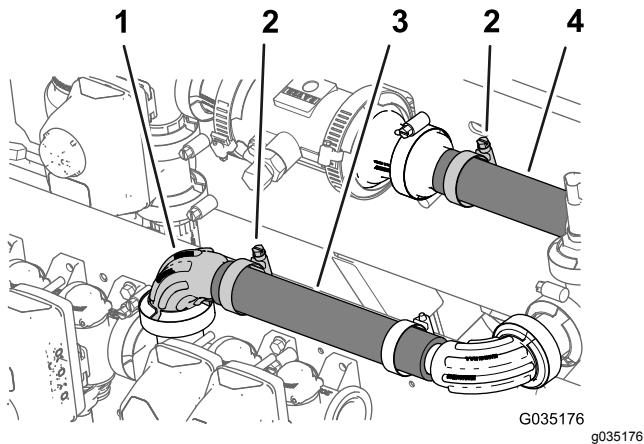

图 64
1. 如 图 64 所示将软管 1 x 8½ 英寸安装到 90 度法兰接头 1 英寸。
2. 用软管夹将软管固定至法兰接头 图 64。
3. 紧固将软管 1 x 7-1/4 英寸固定至 **将压力传感器安装到机器上** (页码 23) 中安装的宝塔凸缘接头 1 英寸的软管夹请参阅 图 64。